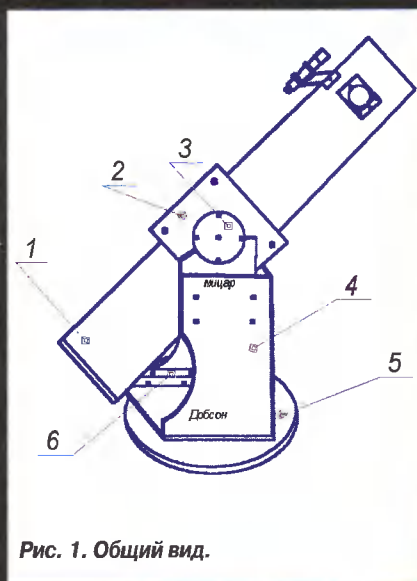

Рис. 1. Общий вид.
1. Определение необходимой длины материи для обтяжки стула. Измеряют ширину спинки **a** (рис. 1) между внутренними краями стоек спинки стула. Общая длина материи для накладки определится из расстояния от передней стороны нижней обвязки до верхней обвязки спинки стула с перегибом назад и вниз до задней стороны нижней обвязки **b**.